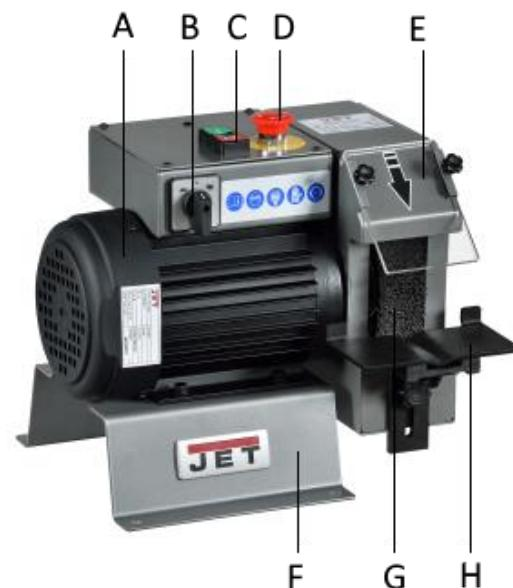

Рис.1
1. Нажмите кнопку «вкл.» для пуска двигателя С (Рис. 1) для подачи напряжения на двигатель.
2. Скорость двигателя управляется переключателем скорости В (Рис. 1). Низкая скорость составляет 1400 об/мин. Высокая скорость составляет 2800 об/мин. Станок не будет работать при выборе положения OFF (Выкл.).
3. Поместите деталь на опорный стол Н (Рис.1), приготовьтесь зачистить ее острые края.
5. Выключите станок нажатием на кнопку «выкл.» (Рис. 1)
6. Нажатием кнопки аварийного останова D (Рис. 1) оператор может быстро выключить станок при выполнении работ на нем; для повторного пуска станка необходимо слегка повернуть ее против часовой стрелки для возврата в исходное положение, и затем снова нажать кнопку «Пуск».